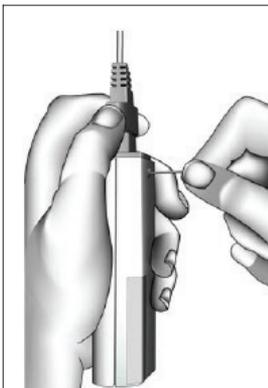

ABBILDUNG 4
2. Stecken Sie die Spitze einer Büroklammer in die Modul-Auslöseeinrichtung, während Sie die gleichzeitig den Kabeladapter nach oben drücken oder den angeschlossenen Sensorstecker nach oben ziehen (Abbildung 4) .